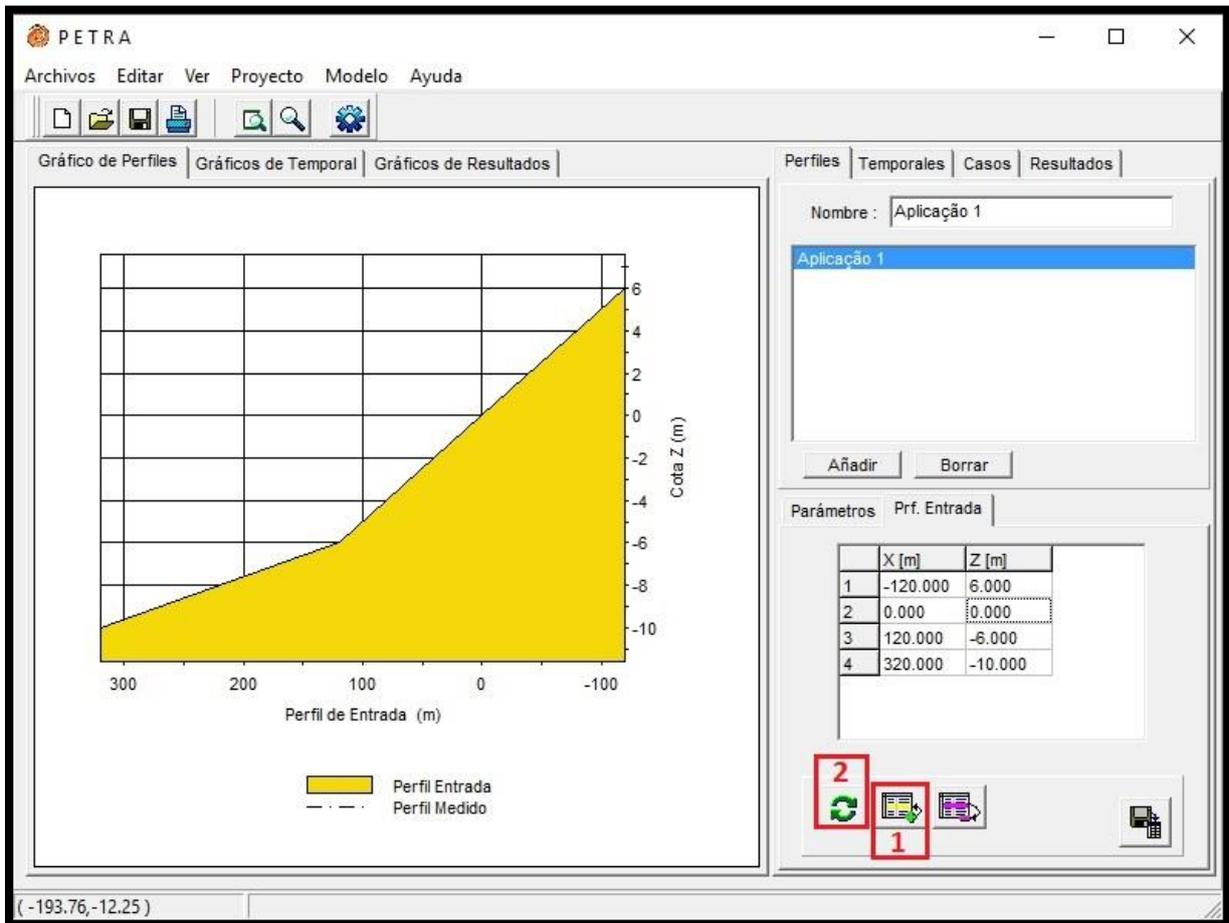

Figura 5 – Editor de perfis e valores para definição da aba "Prf. Entrada".
- Feito isso, adicionar os valores mostrados na Figura 5, onde também é possível observar o editor de perfis.